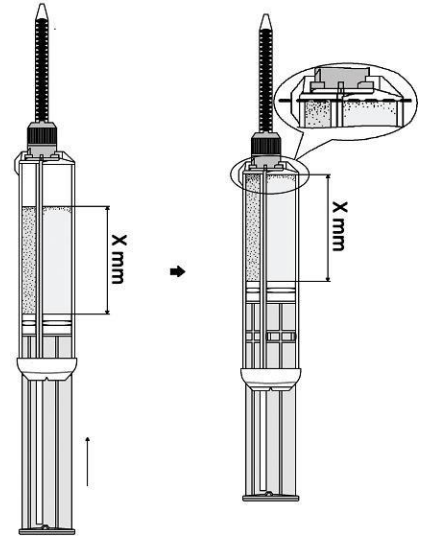

Ilustración 7
11. Empuje el émbolo hasta que las soluciones estén al ras con la punta del cuerpo de la jeringa (fig. 7). Después de eliminar el aire residual, el dispositivo está listo para prellenar la punta del aplicador.